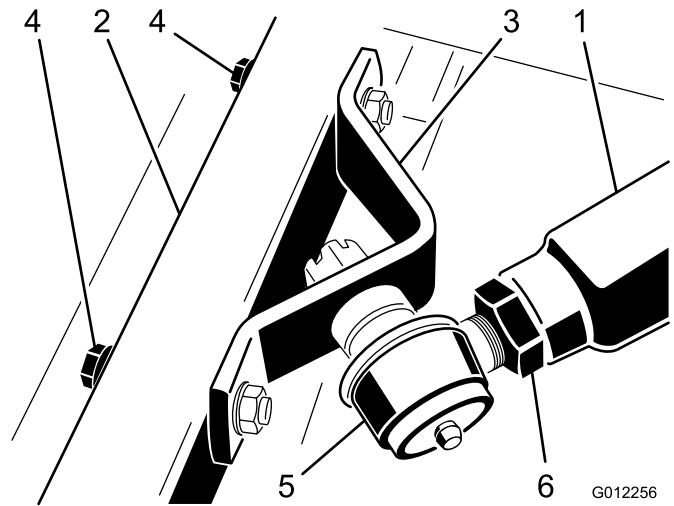

Figura 20
5. Haga que otra persona haga presión hacia abajo con cuidado sobre el brazo de empuje derecho mientras que usted retira los tornillos de caperuza, las arandelas planas y las contratuercas que sujetan el soporte de la articulación esférica al brazo de la rueda giratoria de la unidad de corte (Figura 20). Ahora y con cuidado, la otra persona puede dejar que el brazo de empuje se desplace hacia arriba, lo que aliviará gradualmente la tensión de 45 kg del muelle.
3. Haga que otra persona haga presión hacia abajo con cuidado sobre el brazo de empuje derecho hasta que los taladros del soporte de la articulación esférica estén alineados con los taladros del brazo de la rueda giratoria (Figura 20).